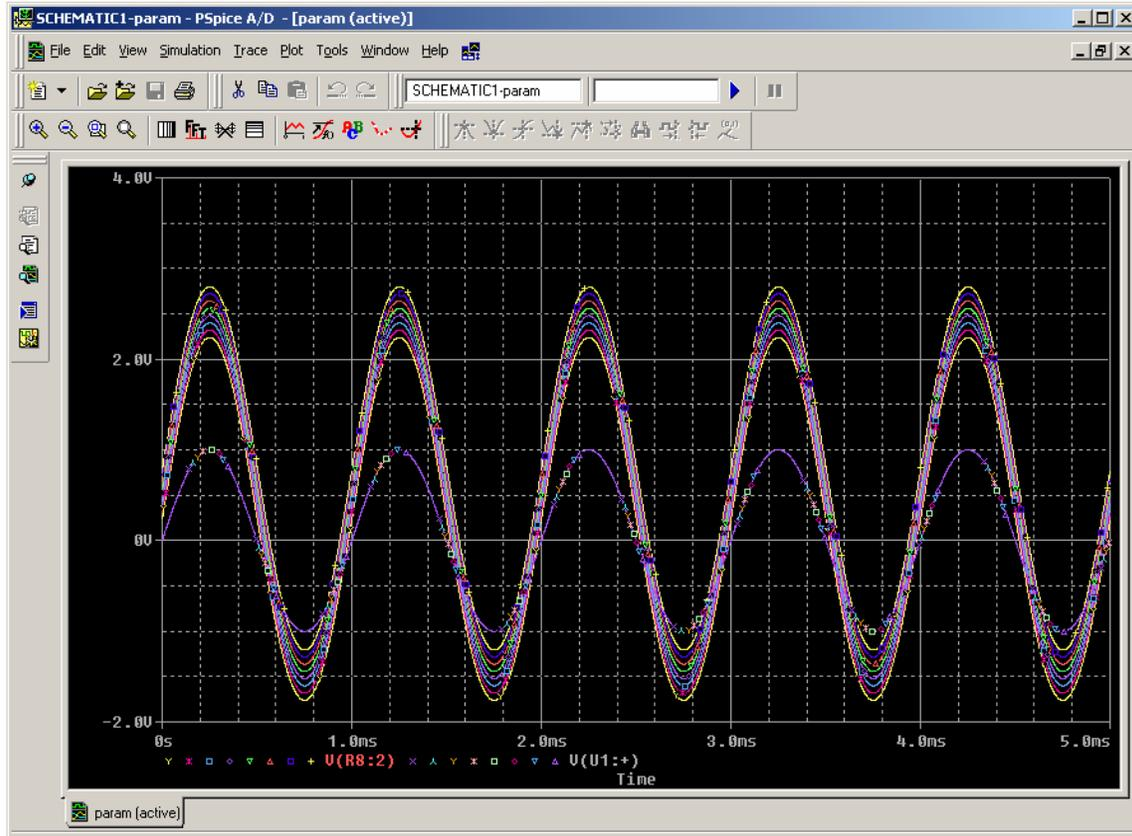

Figure 1.19 : Réponse temporelle des signaux d'entrée et de sortie en considérant une tolérance de 10% pour les résistances  $R3$  et  $R4$ .
Les résultats des modifications sont donnés à la figure 1.19 :
- *Analysis type: Transient* en spécifiant la variable de sortie, soit V(R8:2) dans notre cas (donnée en rouge sur la figure 1.19).